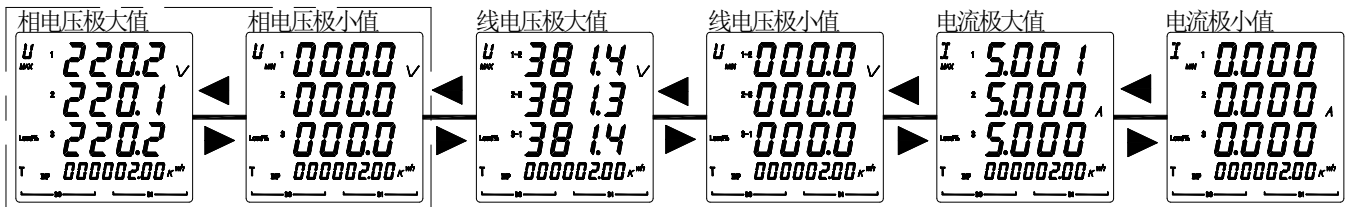

图 26
5.2.8 查看 PZ72L/80L/96L 的极值参数步骤如图 26 所示